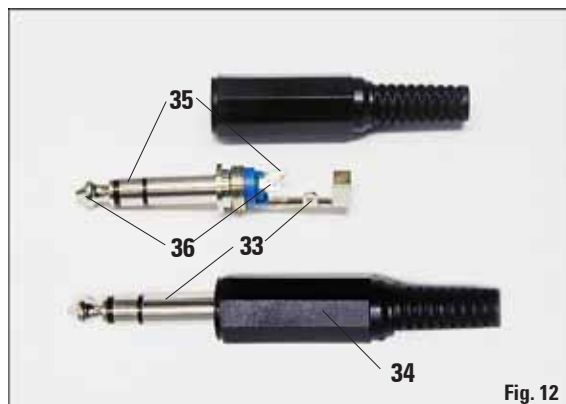

Fig. 12
Cada alarme é conectado a um plugue, (34) como segue (consulte Fig. 12):